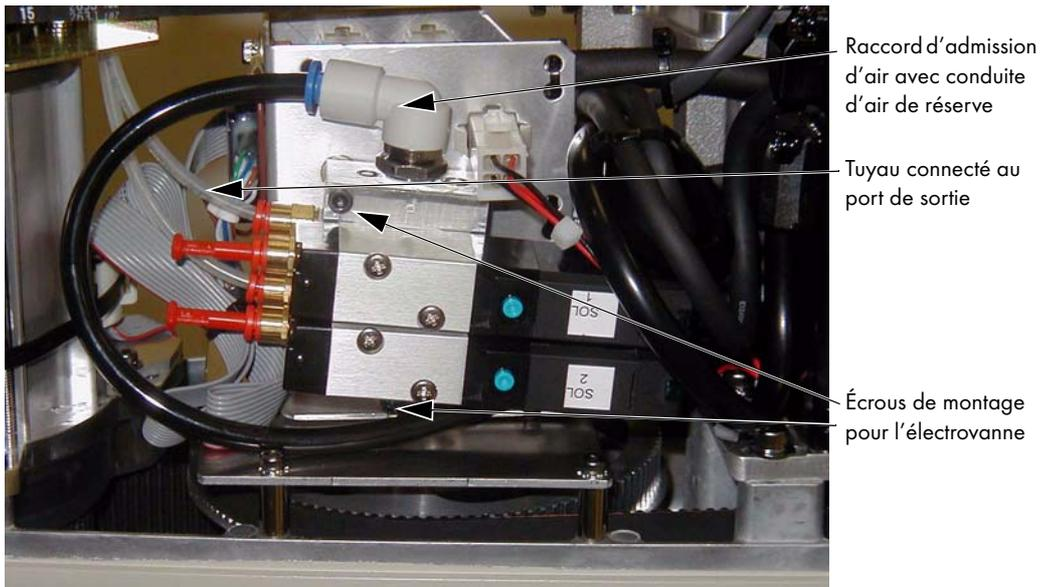

Figure 5.10 : mise en place de l'électrovanne à l'aide du matériel de montage
5. Montez le collecteur d'électrovanne sur le support à l'aide des vis M3 x 25 mm et des rondelles fournies (voir la figure 5.10, page 65).